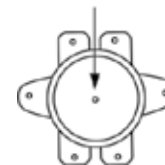

Рис. 10
- нажать до щелчка кнопку, расположенную по центру термовыключателя, который находится рядом с ТЭНом (имеет круглую форму), рис.10;